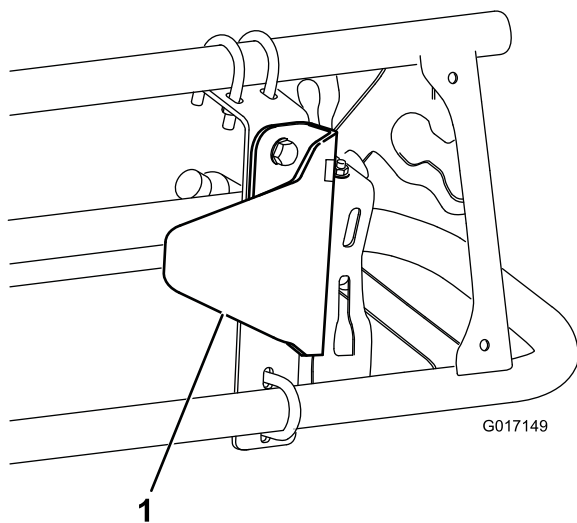

Figura 7
2. Installate la staffa di protezione sensore sulla staffa di montaggio con 2 bulloni (5/16 x 3/4 poll.) e 2 dadi flangiati (5/16 poll.) come mostrato in Figura 7.